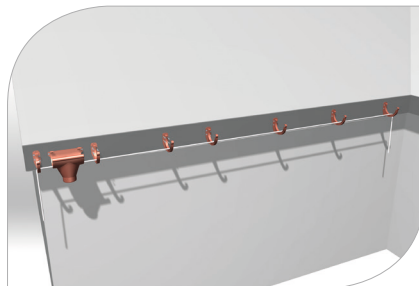

рис. 11
- 3.4 Согласно уровню веревки определите позиции и смонтируйте остальные кронштейны, сохраняя промежуток 60 см между ними (**рис. 11**)